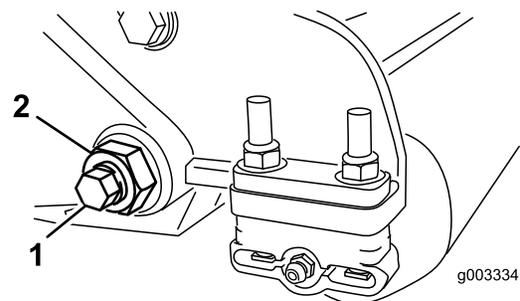
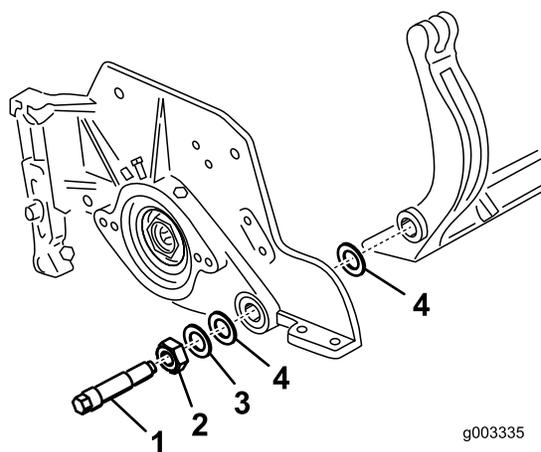
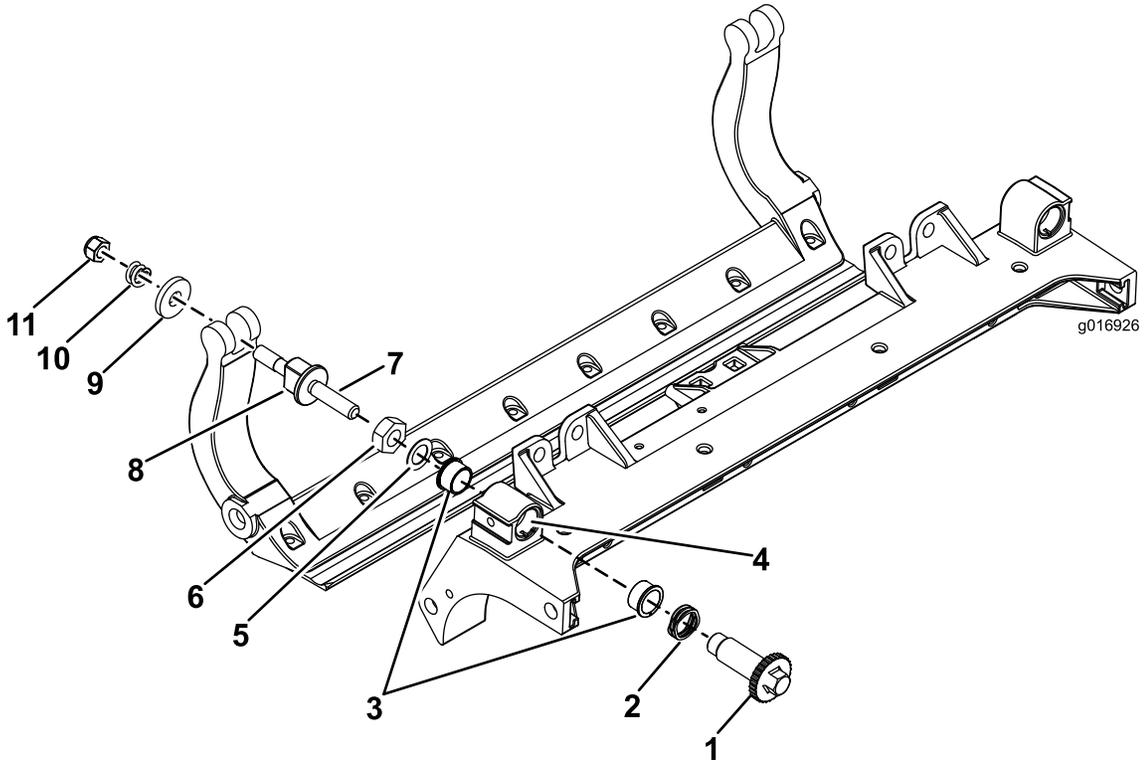

Bild 29
Bild 30
Bild 32
- Nehmen Sie jede Schraube des Untermesserträgers ab, damit der Untermesserträger nach unten gezogen und von der Maschine entfernt werden kann (**Bild 29**). Bewahren Sie die beiden Nylonscheiben und die beiden Scheiben aus gestanzten Stahl an jedem Ende des Untermessers auf (**Bild 30**).
- Lösen Sie an jeder Seite der Maschine die Klemmmutter, mit der die Schraube des Untermesserträgers befestigt ist (**Bild 29**).
- Befestigen Sie den Untermesserträger mit den Untermesserträgerschrauben (Muttern an den Schrauben) und den sechs Scheiben an jeder Seitenplatte. Legen Sie eine Nylonscheibe an jede Seite des Seitenplattenansatzes. Legen Sie eine Stahlscheibe außen auf jede Nylonscheibe (**Bild 30**). Ziehen Sie die Schrauben des Untermesserträgers auf 27-36 Nm an.
Untermesserträgers darf jedoch kein Spiel haben (Bild 30).
1. Entfernen Sie alle Teile (siehe *Installationsanleitung* für das HD-DPA-Kit Modellnr. 120–7230 und auch Bild 32).
2. Tragen Sie ein Mittel zur Vermeidung des Festfressens innen im Büchsenbereich am mittleren Schneideinheitrahmen auf (Bild 32).
3. Fluchten Sie die Keile an den Flanschbüchsen mit den Schlitten im Rahmen aus und setzen Sie die Büchsen ein (Bild 32).
4. Legen Sie eine Wellenscheibe auf die Einstellerwelle und schieben Sie die Welle auf die Flanschbüchsen im Schneideinheitrahmen (Bild 32).
5. Befestigen Sie die Einstellerwelle mit einer Flachscheibe und einer Sicherungsmutter (Bild 32). Ziehen Sie die Sicherungsmutter mit 20-27 Nm.
Schrauben) und den sechs Scheiben an jeder Seitenplatte. Legen Sie eine Nylonscheibe an jede Seite des Seitenplattenansatzes. Legen Sie eine Stahlscheibe außen auf jede Nylonscheibe (Bild 32). Ziehen Sie die Schrauben des Untermesserträgers auf 27-36 Nm an. Ziehen Sie die Sicherungsmuttern an, bis sich die Stahlscheibe außen nicht mehr dreht und kein Spiel am Ende vorhanden ist, ziehen Sie jedoch nicht zu stark an oder verbiegen Sie die Seitenplatten. Die Scheiben innen können einen Abstand aufweisen (Bild 30).